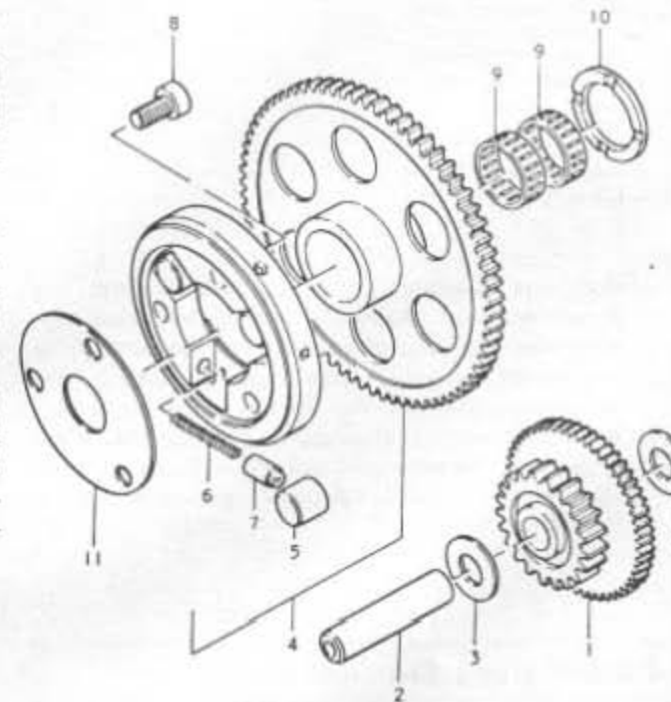

Bild 284 Anlasserfreilaufkupplung
- Der Gleichrichter sitzt hinter dem linken Seitendeckel an der Rückseite des Spannungsreglers (Bild 284). Falls man nach Ausführen von Test 1 über den Zustand des Gleichrichters irgendeinen Zweifel hegt, lässt er sich in eingebautem Zustand mit einem auf Widerstandsmessung geschalteten Vielfachmessgerät überprüfen.